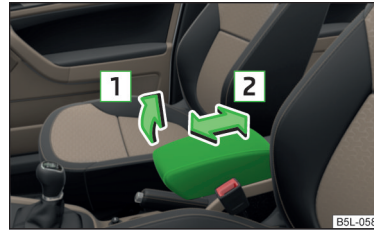

Fig. 44
► Abata primero la tapa hacia abajo y, a continuación, levántela en el sentido de la flecha **1** » fig. 44 hasta una de las 4 posiciones de encastre.
► Mueva la tapa en el sentido de la flecha **2** » fig. 44 hasta la posición deseada.